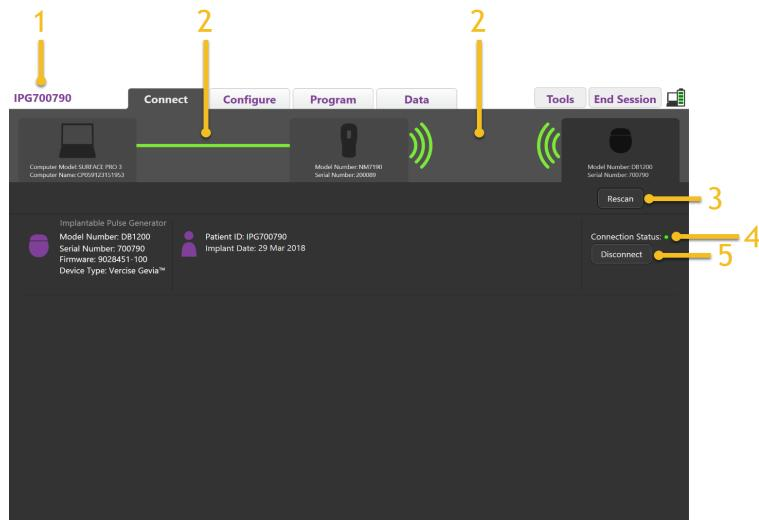

Figur 3. Fliken Ansluta
- När du startar Vercise nervnavigator visas fliken **Ansluta** på skärmen och programvaran försöker automatiskt ansluta till en stimulator (Figur 3).